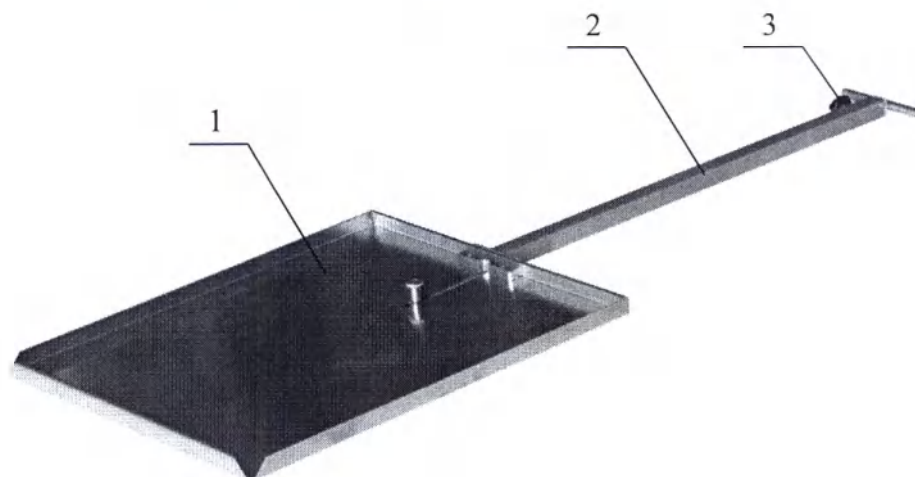

Рисунок 6. Держатель рентгеновской кассеты.
6. Держатель рентгеновской кассеты. (Рисунок 6). Металлическая лопатка с фиксатором и длинной складной ручкой для введения (установки) R-кассеты под рентгенопрозрачной столешницей стола в продольном направлении.